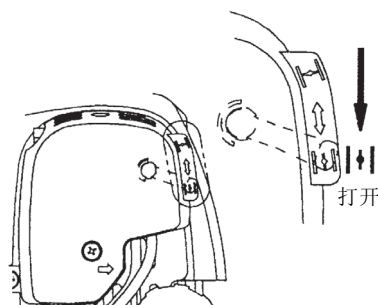

图 5
- (7) 引擎启动时，打开阻气门杆（图 5）。
- (8) 继续预热运转 2 到 3 分钟。
- (9) 当引擎从低转速快速提升到最高转速时，表明预热完成。